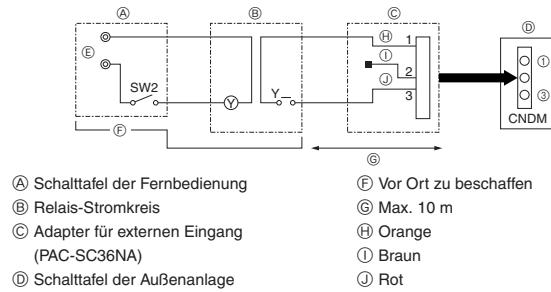

Fig. 9-2
9.2. Abruffunktion (Vor-Ort-Modifikation) (Fig. 9-2)